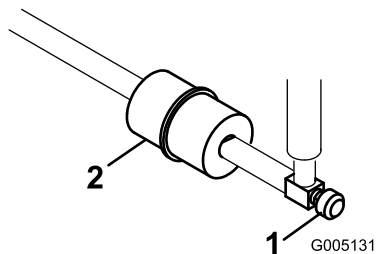

Figura 52
Existe um filtro no interior da tubagem de combustível, situado entre o depósito de combustível e o carburador (Figura 52). O filtro deve ser substituído a cada 800 horas de funcionamento ou com maior frequência se o fluxo de combustível não for o esperado. Certifique-se de que a seta existente no filtro se encontra dirigida para longe do depósito de combustível.
1. Feche a válvula de bloqueio do combustível, liberte o dispositivo de fixação da mangueira que se encontra no carburador, na zona do filtro e retire a tubagem de combustível do filtro (Figura 52).
2. Coloque um recipiente de drenagem debaixo do filtro, liberte os restantes dispositivos de fixação e retire o filtro (Figura 52).